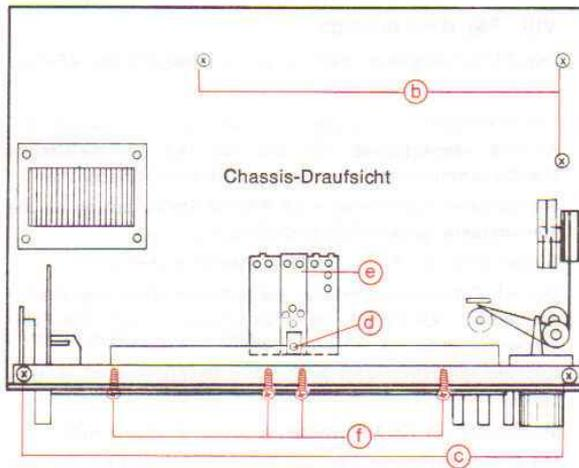

Abb. 3
1. Schraube **d** herausdrehen (Abb. 3).
1. 4 Schrauben ① unterhalb der Skala herausdrehen (Abb. 3).